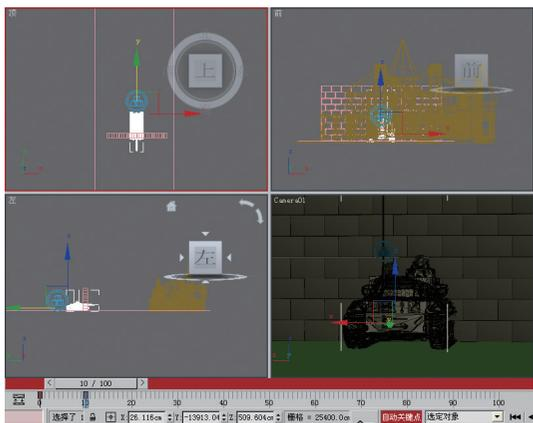

图9-23 制作坦克位移动画
**04** 然后，为坦克制作一个位移动画，使其与墙体接触，如图9-23所示。